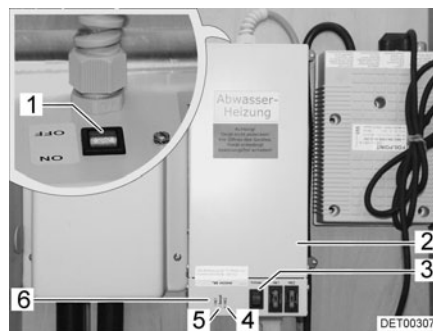

Fig. 125 Transformateur avec régulateur
Le transformateur 230 V AC/12 V DC (Fig. 125,2) est, suivant le modèle, monté dans la penderie ou dans la banquette de la dînette.
- Le voyant de contrôle (Fig. 125,5) s'allume en vert : Régulateur en marche
- Les voyants de contrôle (Fig. 125, 4 et 6) s'allument en rouge : Les conduites des eaux usées sont chauffées
Un bouton-poussoir de contrôle (Fig. 125,3) est intégré dans le boîtier, ce bouton permet d'enclencher brièvement le régulateur. En appuyant sur le bouton-poussoir de contrôle, vous pouvez tester le fonctionnement du chauffage, même si la température ambiante est supérieure à 5 °C.
- Placer l'interrupteur (Fig. 125,1) du transformateur (Fig. 125,2) sur "ON".
*Mise hors service :* ■ Placer l'interrupteur (Fig. 125,1) du transformateur (Fig. 125,2) sur "OFF".